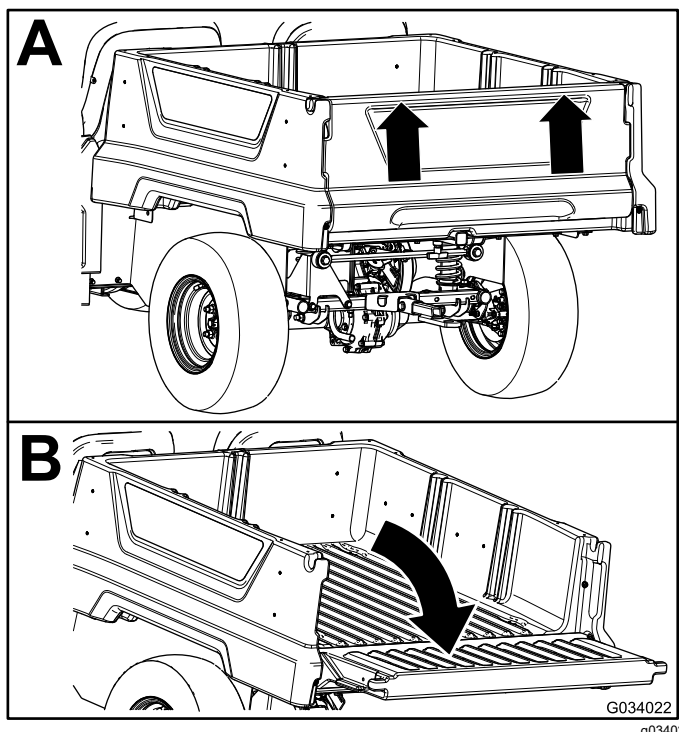

Figure 16
2. Soulevez le hayon des deux mains en le prenant par le bord supérieur (Figure 16).
3. Baissez le hayon jusqu'à ce qu'il soit au même niveau que le fond du plateau de chargement (Figure 16).